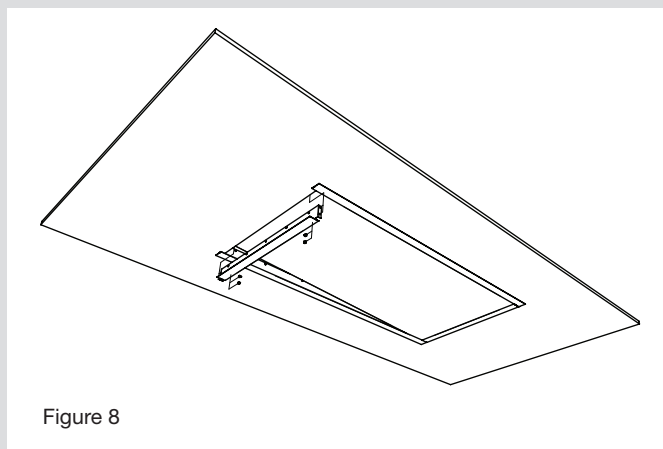

Figure 8
8. Faire de même avec l'arrière de la tuile (Fig.8).